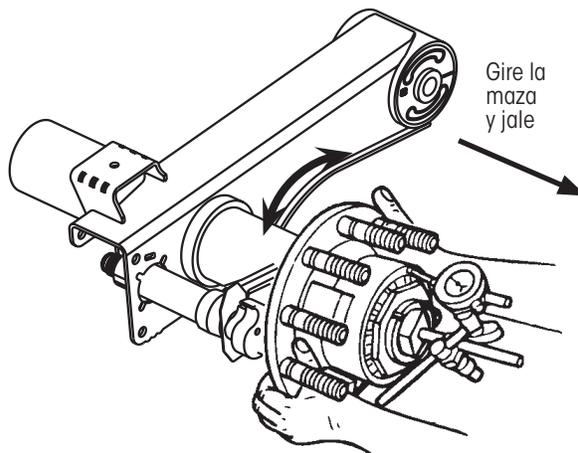

Figura 6: Revisando Juego Axial hacia afuera
- 9. Mientras sujeta la maza (Figura 6) **jale** la maza hacia afuera **mientras gira** la maza ligeramente en ambas direcciones (15 - 30° entre dos agujeros) hasta que la lectura del indicador permanezca constante. **Registre** la lectura.